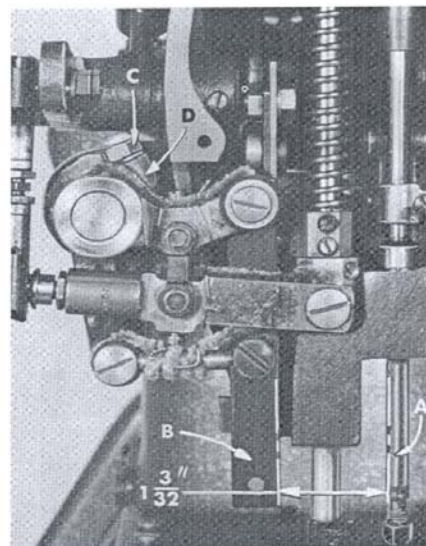

Fig. 8
As the needle bar just begins to rise from the bottom of its stroke, the distance between the rear of the needle bar (A, Fig. 8) and the front of the upper feed bar (B) should be 1 3/32 inch (Fig. 8). Adjustment can be made by loosening screw (C) in the upper feed driving lever (D) and moving it forward or rearward as required and retighten screw (C).
Wenn die Nadelstange beginnt sich von dem untersten Hub abzuheben, sollte der Abstand zwischen der hinteren Nadelstange (A, Fig. 8) und oberen Transportstange (B) 2,76 cm betragen (Fig. 8). Einstellung kann durch L sen der Schraube (C) im oberen Transportantriebshebel (D) und Vor- oder R ckw rtsbewegen nach Bedarf gemacht werden und anschlie end dem Festziehen der Schraube (C).